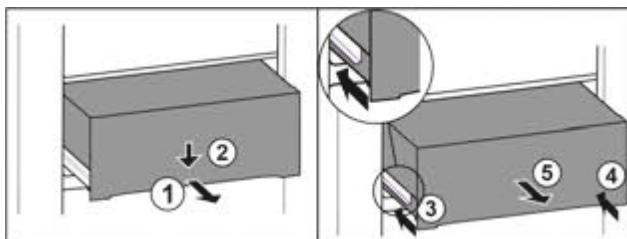

Fig. 129
- ▶ Витягніть ящик на половину. Fig. 129 (1)
- ▶ Спрямуйте висувний ящик вниз спереду. Fig. 129 (2)
- ▶ Вставте ліву рейку приблизно на 2 см. Fig. 129 (3)
- ▶ Вставте праву рейку приблизно на 2 см. Fig. 129 (4)
- ▶ Вийняти висувний ящик рухом вперед. Fig. 129 (5)